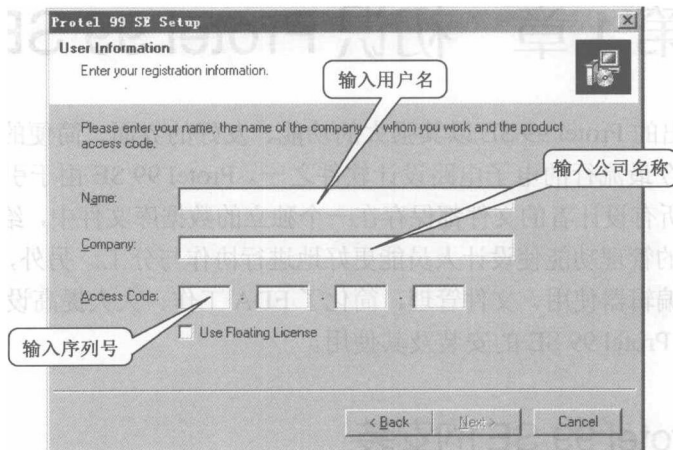

图 1-2 “User Information”对话框
(2) 单击 **Next >** 按钮→弹出“User Information”对话框, 如图 1-2 所示→在对话框中输入用户名和公司名称→输入序列号→此时 **Next >** 按钮就会变得可用。